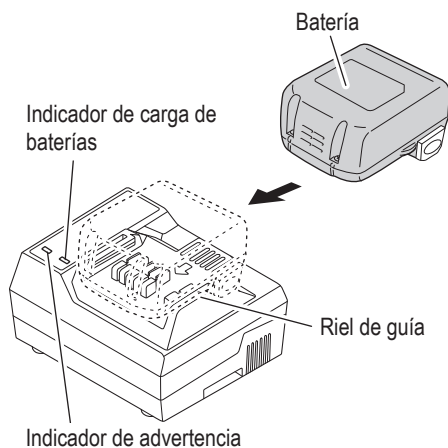

Fig. 2
3. Inserte la batería en el cargador de baterías. Inserte la batería en el cargador de baterías como muestra en la Fig. 2.